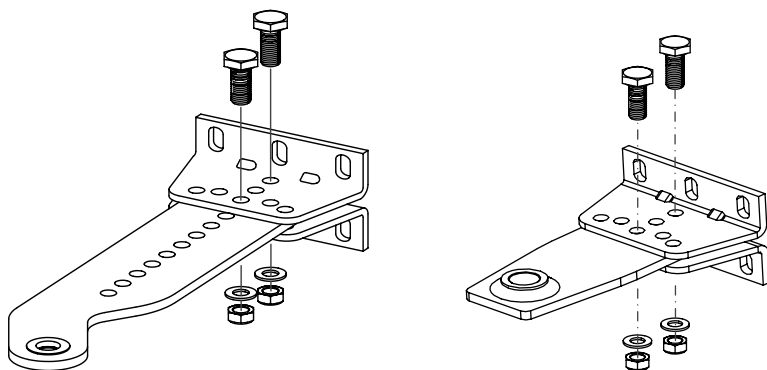

Рисунок 8. Сборка крепления заднего, переднего
- определив монтажные размеры **A** и **B** и место размещения заднего крепления на столбе, выберите вариант сборки заднего крепления (таб. 6, рис. 8). При необходимости кронштейн заднего крепления подрежьте до нужного размера. В случаях если длины кронштейна не достаточно, используйте подручные материалы для удлинения заднего крепления.